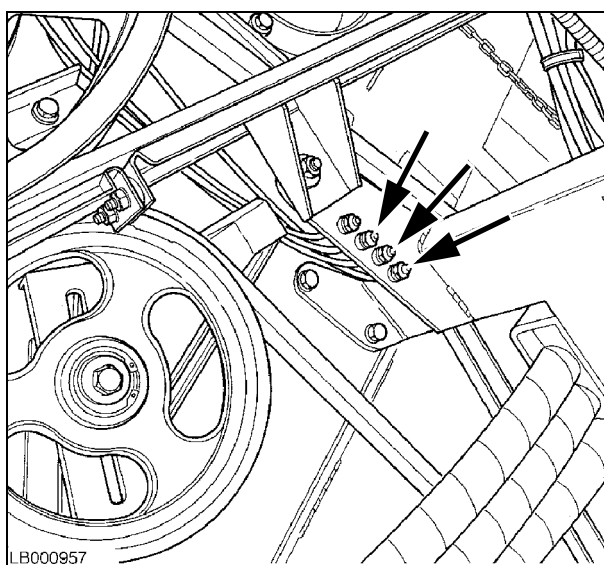

Рис. 46
**38.)Круглая нижняя гайка разгрузочного шнека Рис. 46**